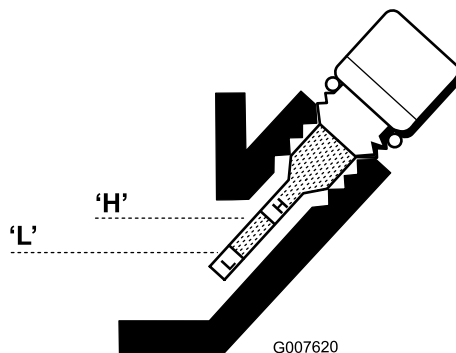

図 20
- 量が不足している場合には、ゲージの読みが H と L の間になるまで、必要量だけオイルを補給する (図 20)。**入れすぎないこと。**